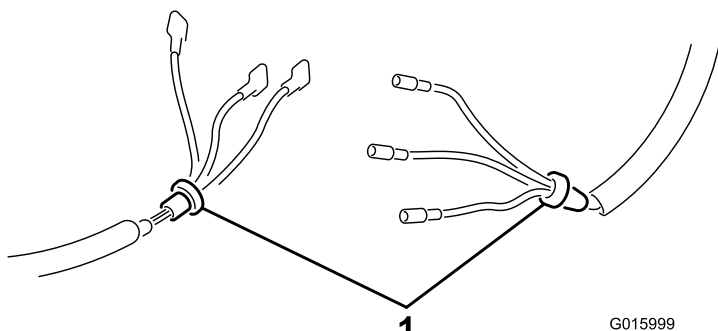

Figura 11
- Coloque los pasacables en los cables de los faros traseros pasando los cables uno a uno a través del agujero del pasacables (Figura 11).